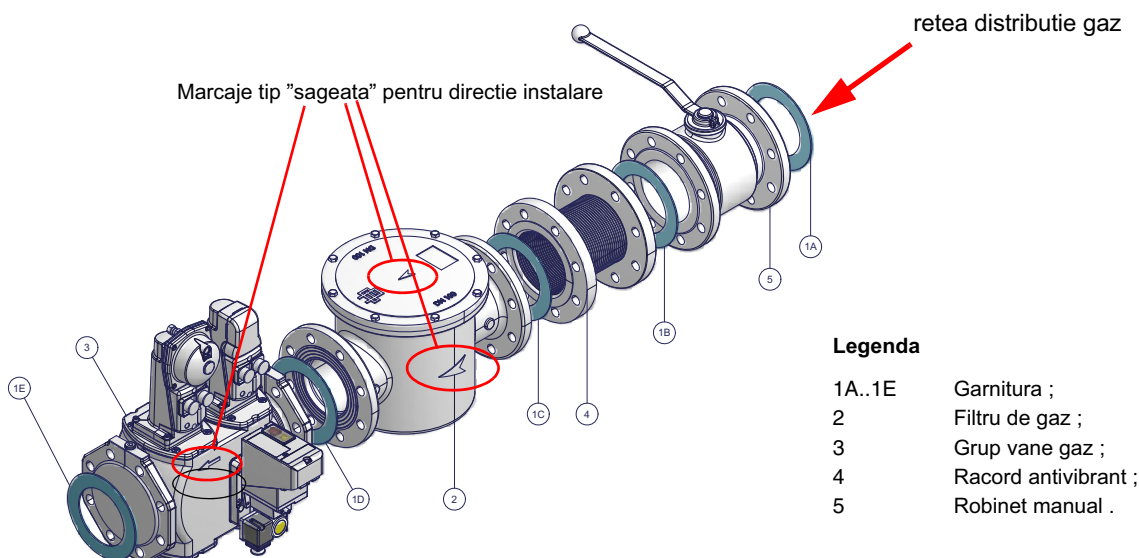

Fig. 5 - Exemplu de rampa de gaz
- 1-b) in cazul de racorduri cu flansa : introduceti o garnitura (poz.1A..1E - Fig. 5) intre componente ;
ATENTIE : imediat ce instalatia de gaz este finalizata conform schemei din Fig.5, se face testul de control al etanseitatii conform procedurilor din reglementarile legale in vigoare .
ATENȚIE : dupa ce rampa de gaz a fost montata conform schemei din Fig.5, trebuie realizat un test de controlare al etanseitatii in conformitate cu procedurile din reglementarile legale in vigoare .